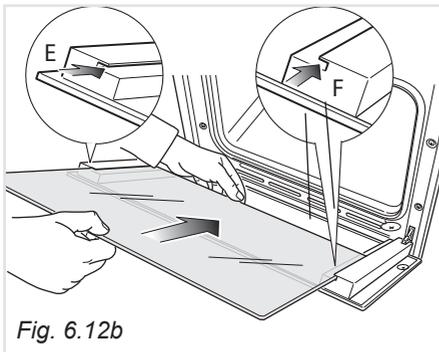
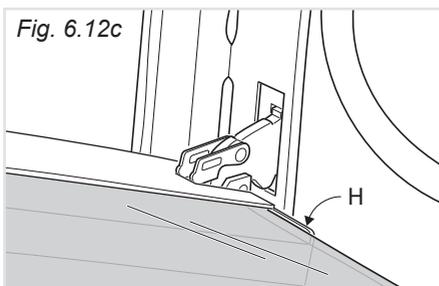

Fig. 6.12b
Fig. 6.12c
- Inserire il vetro nelle guide "E" ed "F" (fig. 6.12b) e farlo scorrere dolcemente fino ai fermi "H" (fig. 6.12c).